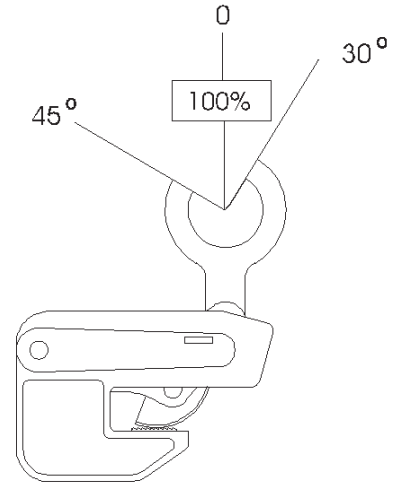

Fig. 2
- Zweisträngige Hebegeschirre eignen sich nur für kleinformatige Bleche mit geringen Gewichten, bei denen Pendelbewegungen während des Transports von Hand ausgeglichen werden können. Beim Anschlagen des Lastaufnahmemittels ist darauf zu achten, dass der Schwerpunkt der Last mittig zwischen den Lastaufnahmemitteln liegt, damit sich keine Schräglage einstellt. Die Anordnung der Lastaufnahmemittel an der Last muss so erfolgen, dass der Neigungswinkel des Lastaufnahmemittels  $30^{\circ}$  in Richtung Maulöffnung und  $45^{\circ}$  in entgegengesetzter Richtung nicht überschreitet (Fig. 2).